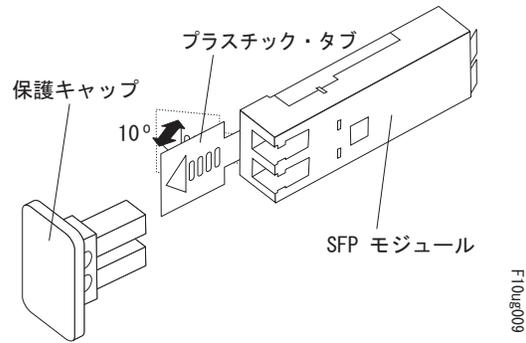

図 75. SFP モジュール・ラッチのアンロック - プラスチック・タブの場合
- プラスチック・タブが入っている SFP モジュールの場合は、143 ページの図 75 に示すように、プラスチック・タブを外側に 10° 引いて SFP モジュールのラッチをアンロックします。